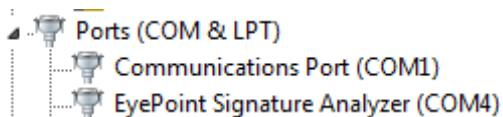

Рисунок 2. Отображение устройств после установки драйвера
7. После установки драйвера в разделе устройств «Порты (COM и LPT)» должно появиться устройство EyePoint Signature Analyser (Рисунок 2), номер COM порта может отличаться.